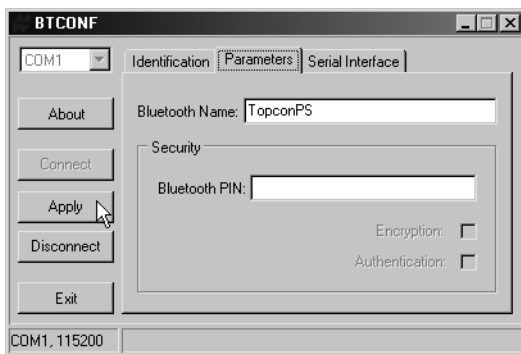

Figura 2-43. Pestaña Parameters de BTCONF
- Haga clic en la pestaña **Parameters** (Figura 2-43 en la página 2-50). La pestaña Parameters define la información de identificación y seguridad de su módulo Bluetooth. La sección de seguridad le permite definir los datos de seguridad y los parámetros de acceso no autorizado para el módulo Bluetooth.
7. Ingrese hasta 14 caracteres para definir un nombre único para el módulo Bluetooth (Figura 2-43), y haga clic en **Apply**.